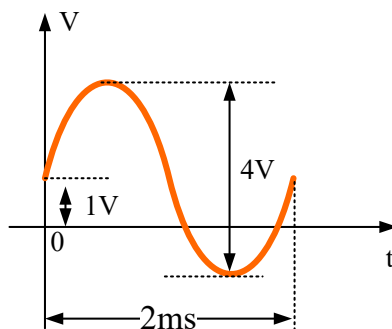

图 4 叠加在直流上的正弦波
- 1) 调节 Multisim 中的 Agilent 函数发生器，产生如图 4 所示叠加在直流上的正弦波信号，其中直流分量为 1V ，交流分量峰峰值为 4V ，信号频率为 500Hz ；